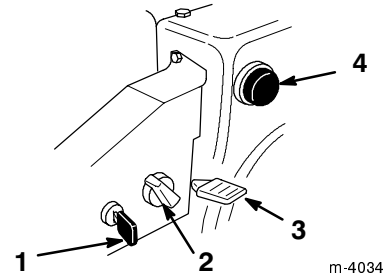

Figure 18
- **Clé de contact** (Fig. 18)—Insérez la clé dans le commutateur d'allumage avant de mettre le moteur en marche. Pour couper le moteur, retirez la clé de contact.
- **Starter** (Fig. 18)—Pour mettre en marche un moteur froid, tournez la commande de starter dans le sens des aiguilles d'une montre à la position "On" (en service). A mesure que le moteur se réchauffe, tournez progressivement le starter dans le sens contraire des aiguilles d'une montre à la position *Off* (hors service).
- **Commande d'accélérateur** (Fig. 18)—Déplacez la manette vers le haut pour augmenter le régime du moteur, ou vers le bas pour le réduire. Abaissez complètement la manette pour arrêter le moteur.
- **Amorceur** (Fig. 18)—Appuyez sur l'amorceur pour envoyer une petite quantité d'essence dans le moteur afin de faciliter le démarrage par temps froid.
2. Retirez la clé de contact du commutateur d'allumage (Fig. 18).
3. Enlevez le bouton de starter (Fig. 18).
4. Tournez le starter en position "On" (en service) (Fig. 18).
5. Insérez la clé de contact (Fig. 18).
6. Couvrez l'orifice central de l'amorceur (Fig. 18) avec le pouce et appuyez lentement sur l'amorceur à trois reprises.
9. Dès que le moteur a démarré, tournez le starter (Fig. 18) à la position 3/4. A mesure que le moteur se réchauffe, tournez le starter à la position 1/2. Quand le moteur est suffisamment chaud, tournez le starter à la position "Off" (hors service).
6. Fermez le robinet d'essence (Fig. 18).